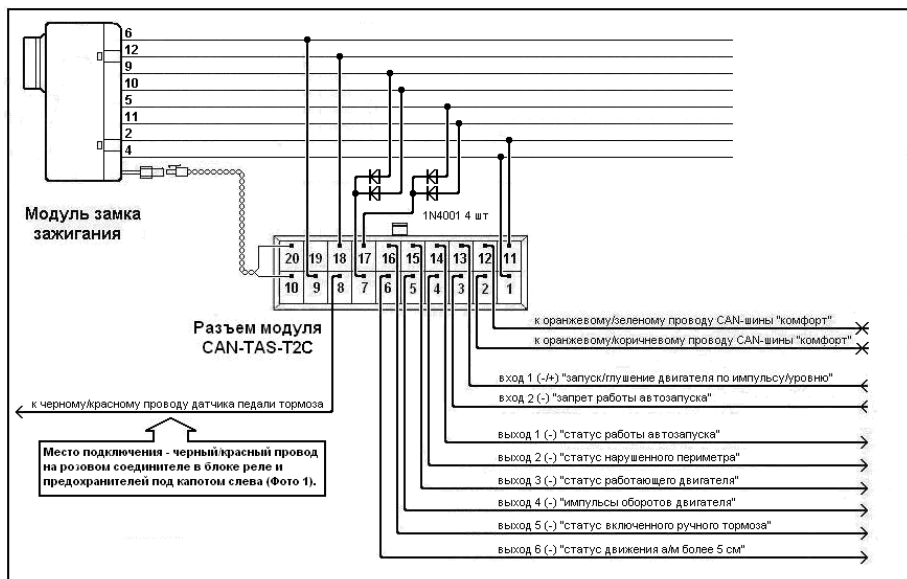
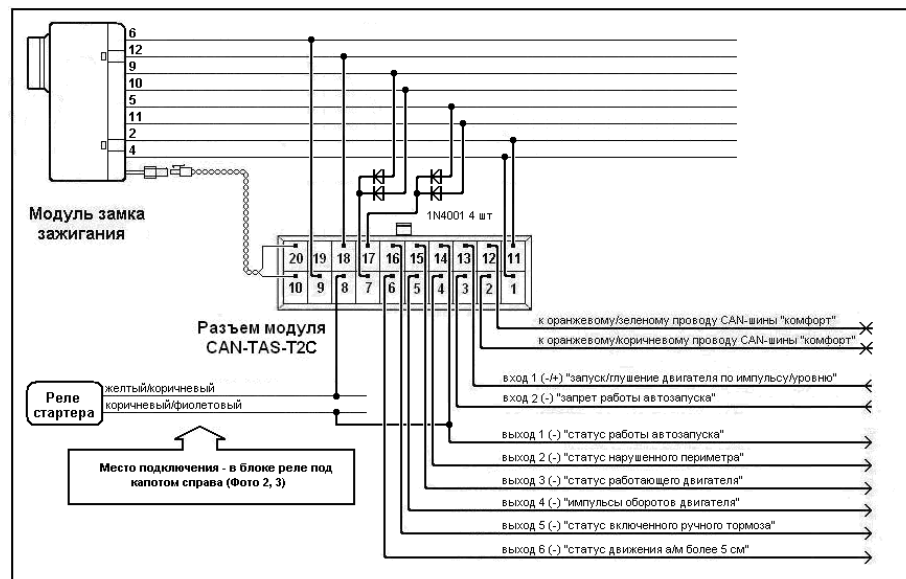

Рис. 1. Схема подключения модуля CAN-TAS-T2C на PORSCHE Cayenne
Рис. 2. Схема подключения модуля CAN-TAS-T2C на PORSCHE Panamera
5. Скоммутируйте провода разъема модуля согласно схемы подключения (Рис.1 или Рис.2).